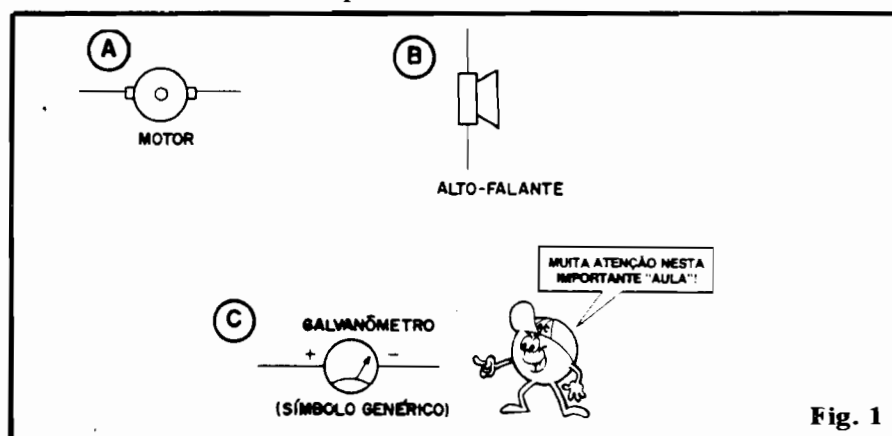

Fig. 1
- FIG. 1 - Na 4ª "Aula" do nosso "Curso", vimos os importantes EFEITOS MAGNÉTICOS DA
CORRENTE, onde aprendemos que todo e qualquer condutor, ao ser percorrido por Corrente, é envolvido por um Campo Magnético, gerado pela tal Corrente... Se enrolarmos o tal condutor, formando o que chamamos de BOBINA, podemos ainda concentrar, intensificar esse campo magnético, obtendo um ELETROIMÃ, com seus polos magnéticos Norte e Sul, e cujas forças de atração e repulsão se manifestam “iguai-zinhas” as de um ímã permanente (minério já encontrado magnetizado, na Natureza, ou liga de ferro que foi “tornada” permanentemente magnética). Ainda naquela importante “Lição”, vimos que se “mergulharmos” o nosso ELETRO-IMÃ num campo magnético firme, gerado por um ímã permanente, ocorrerá uma interação entre as forças envolvidas, determinando a manifestação de forças mecânicas (indução de movimento...) sobre ambos os componentes (o ímã permanente e o indutor/bobina momentaneamente percorrido por Corrente...). Tais fenômenos eletro-dinâmicos podem então, direta e proporcionalmente, transformar **eletricidade** em **movimento**, desde que o conjunto seja mecanicamente arranjado de modo a bem “aproveitar” as manifestações e vetores... No dia-a-dia da Eletro-Eletrônica, são vários os dispositivos e componentes que se valem de tais fenômenos, para o seu funcionamento! Entre eles temos (fig. 1-A) o MOTOR de C.C. (aplicamos energia elétrica aos seus terminais, e ele a “transforma” no movimento rotativo do seu eixo), o ALTO-FALANTE (fig. 1-B), ao qual aplicamos uma Corrente pulsada ou “modulada”, que ele “transforma” em movimento, imprimido às moléculas que formam o ar, e cujas proporcionais compressões e descompressões se manifestam - aos nossos sentidos - como SOM e, (fig. 1-C) o GALVANÔMETRO, na verdade um “parente” muito próximo do MOTOR e do ALTO-FALANTE (já que também manifesta uma “transformação” da Corrente em Movimento...). Também o gal-
vanômetro contém, intrinsecamente, uma bobina ou enrolamento, que deve ser percorrido por Corrente... A diferença é que nele, o que “se mexe” (com a passagem da Corrente) não é um eixo (como no motor) ou um cone de papelão (como no alto-falante) mas sim um ponteiro fino e longo, cujo deslocamento angular é diretamente proporcional à intensidade da Corrente que percorre o condutor! NOTA: na fig. 1, todos os componentes indicados são mostrados através dos seus SÍMBOLOS, inclusive o próprio galvanômetro, cuja representação já deve ser memorizada pelos Leitores/“Alunos” (já que é dessa forma representado o componente, nos diagramas e “esquemas” de circuitos...).